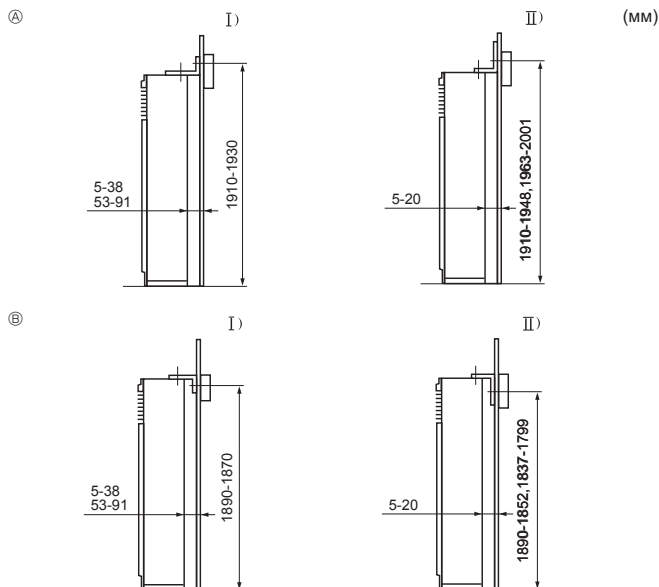

Fig. 3-3
- ① Крепежный кронштейн для предотвращения опрокидывания прибора
Крепежный кронштейн для предотвращения опрокидывания прибора ① устанавливается на верхней панели прибора. Снимите самонарезающие винты ②, и затем по-новому установите кронштейн, как показано на рисунке. Точные значения расстояний, соблюдение которых необходимо при установке, приводится, на Fig. 3-3.
### 3.3. Монтаж крепежного кронштейна для предотвращения опрокидывания прибора (Fig. 3-3)